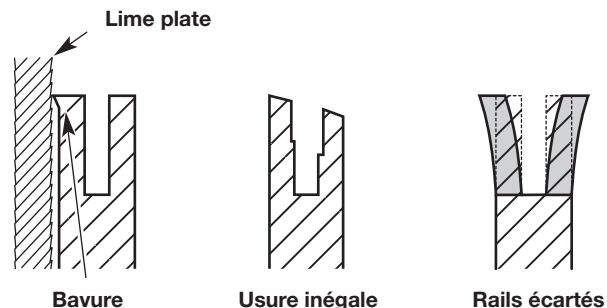

Fig. 40
- Vérifiez fréquemment la tige de guidage afin d'y déceler des signes de dommages (Fig. 40). L'usure irrégulière et l'ébarbage des rails de guidage (les nervures de chaque côté de la rainure de la tige) sont des processus normaux d'usure de la tige de guidage. Ces défauts doivent être limés dès qu'ils se produisent (Fig. 40). Une tige de guidage avec les défauts suivants doit être remplacée :